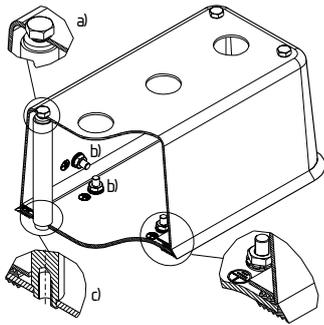

Fig. 1: Montagem do invólucro
1. Estabeleça uma ligação por condutor, entre os parafusos de ligação à terra (fig. 1) na tampa do invólucro e solo do invólucro.
4. O invólucro deve ser implementado com o parafuso de ligação à terra no sistema de compensação do potencial conforme EN 60079-14 (ABNT NBR IEC 60079-14) (fig 1).